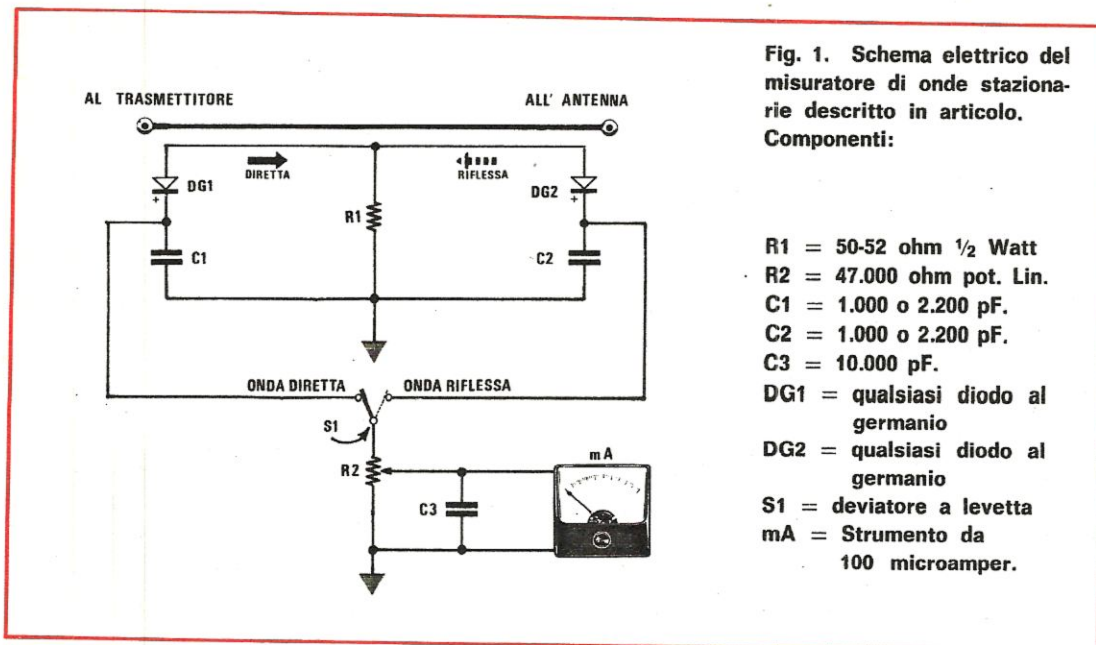

Fig. 1. Schema elettrico del misuratore di onde stazionarie descritto in articolo. Componenti:
**Fig. 3.** Per frequenze comprese tra i 20 e i 220 MHz, consigliamo di impiegare questo secondo circuito stampato in quanto più idoneo per VHF. I valori dei componenti risultano analoghi per entrambi i due circuiti, cioè i valori indicati sullo schema elettrico di fig. 1.
Il funzionamento di un misuratore di onde stazionarie è molto semplice in quanto esso risulta costituito da un corto spezzone di linea di ben determinata impedenza che viene collegata tra il trasmettitore e il cavo coassiale che andrà ad alimentare l'antenna. Se in parallelo a questa linea percorsa da AF noi ne applichiamo una seconda, collegando le due estremità a due diodi rivelatori e il centro di tale pista ad una resistenza di carico antiinduttiva da 50-52 ohm (vedere fig. 1) noi potremo misurare, dal diodo DG1, tutta l'alta frequenza che dal trasmettitore fluisce verso l'antenna (ONDA DIRETTA), mentre dal diodo DG2 misureremo tutta l'alta frequenza di ritorno (ONDA RIFLESSA).